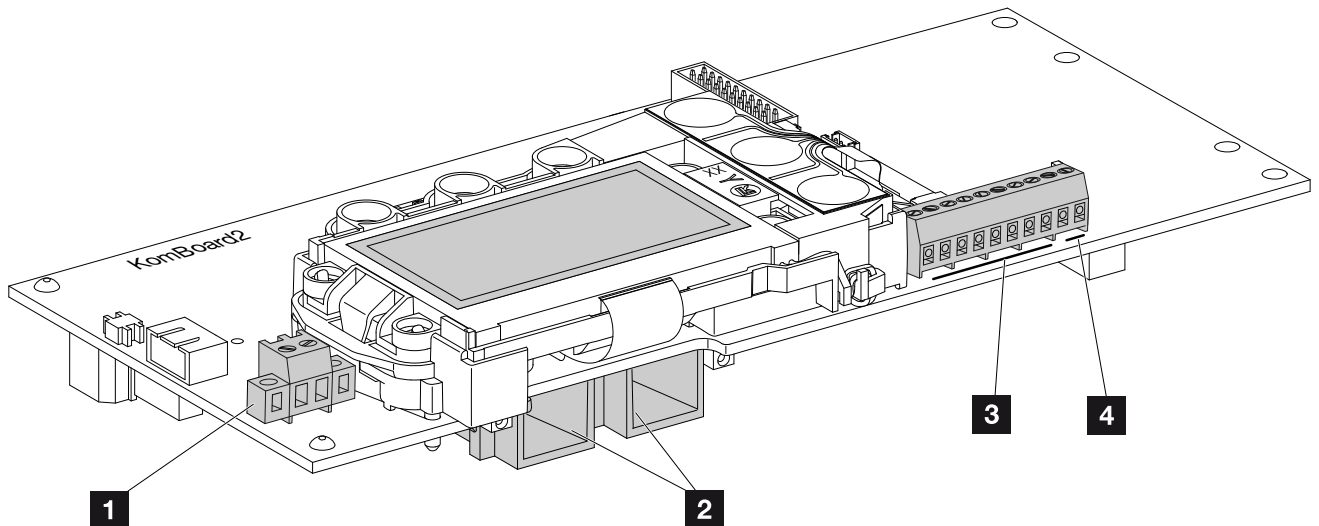

Bild 32: Kommunikationskortets komponenter
6. Stick in DC-strängarnas bussningar och kontakter på växelriktaren. **Bild 32**